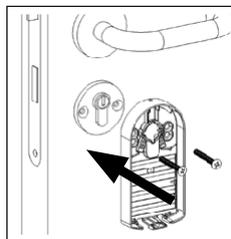

Fig. 2
2. Deslize a concha traseira sobre o cilindro, no interior da porta, a conduzir o cilindro para a abertura da concha traseira (fig. 2). O cilindro não deve sobressair muito (fig. 3), para que a concha traseira possa ser pressionada ou aparafusada sem folgas e sem dobrar.